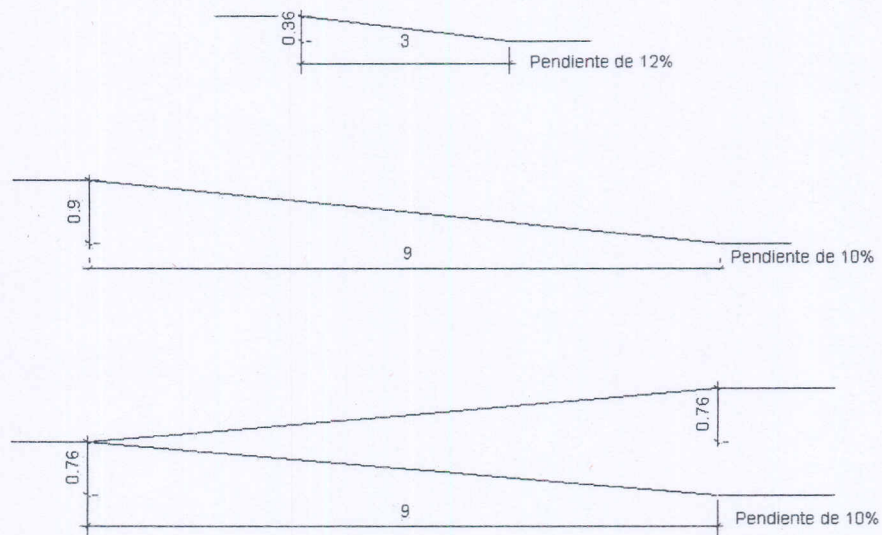

Figura 1 - Pendiente longitudinal en función de la extensión.
Pendiente longitudinal: Se deben establecer las siguientes pendientes longitudinales máximas para los tramos rectos de rampa entre descansos, en función de la extensión de los mismos medidos en su proyección horizontal (L). (Véase la figura 1).